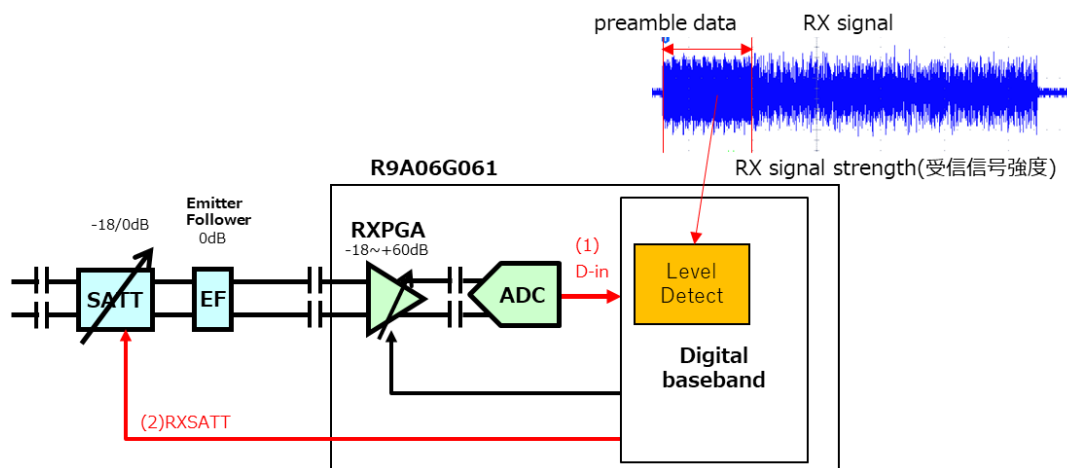
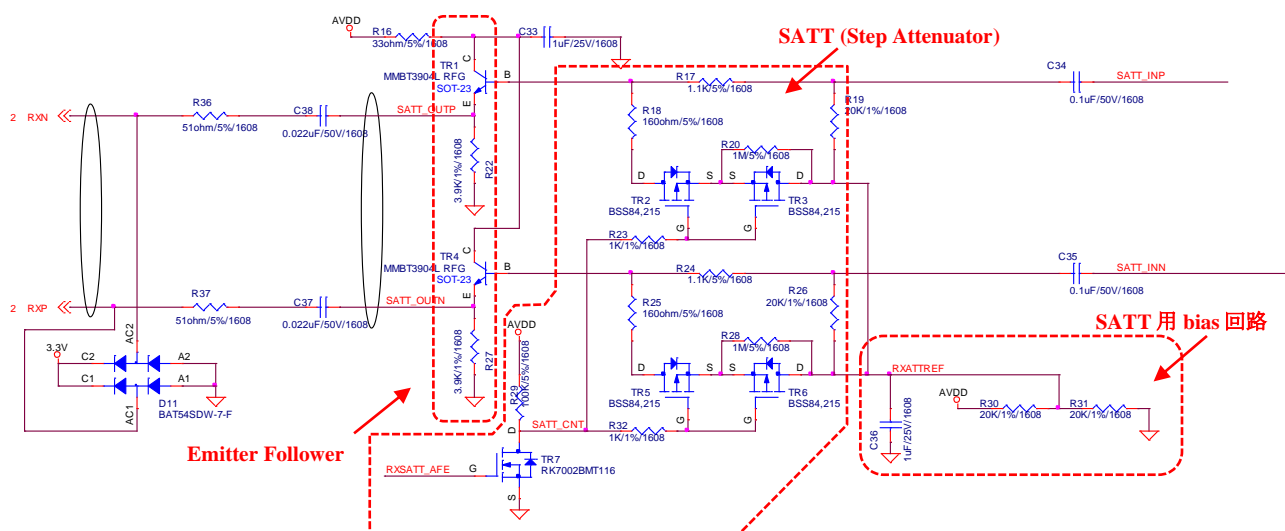

Figure 3-7 Step Attenuator (SATT)の制御方法
Figure 3-8 Step Attenuator (SATT)の回路例
- SATT の制御方法について、Figure 3-7 に示します。
- (1) 受信 preamble データを使用して、デジタルベースバンド部のレベル検出機能で ADC 出力の信号強度が受信回路で飽和する信号レベルを超えているか否かを判定します。
- (2) 受信回路で飽和する信号レベルを超えていた場合に、RXSATT 信号を 0 から 1 に切替えて、SATT の利得を 0dB から -18dB に切り替えることで受信信号を減衰させます。DC-PLC ボードに搭載される SATT 回路例を Figure 3-8 に示します。